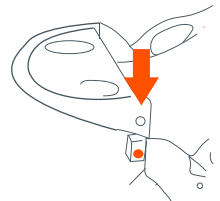

Fig. 10b
• Faites pivoter le plateau autour du bras vers la droite de manière à ce qu'il repose sur le support (Fig. 10b).